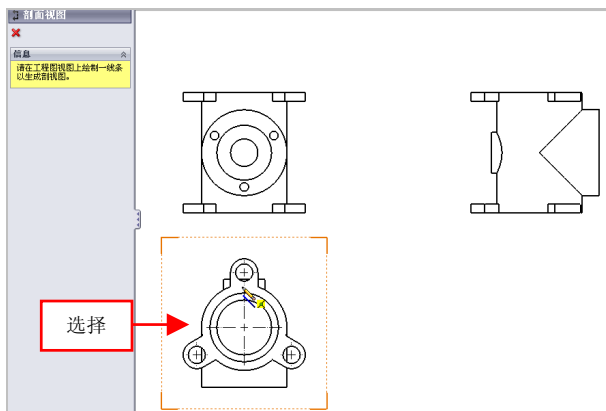

图 11-32 选择左下方视图
(3) 弹出【剖面视图】属性管理器，选择左下方视图，如图 11-32 所示。